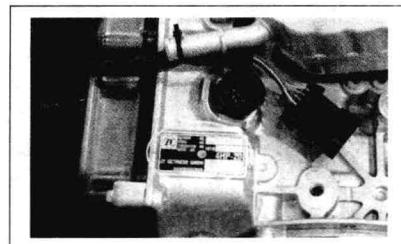

图1-13 ZF 4HP自动变速器型号标记
(1) 宝马 ZF 4HP22 EH 德国ZF公司生产，前进档个数为4。控制类型“H”代表液压控制，齿轮类型“P”代表行星齿轮，额定转矩22N·m。末尾的“EH”表示电液控制类型，如图1-13所示。
(2) 通用公司自动变速器型号 该公司自动变速器的型号主要有4T60E、4L60E等。第一位阿拉伯数字表示前进档的个数，“4”表示有4个前进档。第二位字母表示驱动方式，“T”表示自动变速器横置(Transverse)；“L”表示后置后驱动。第三、四位数字表示自动变速器的额定驱动转矩。第五位字母表示控制类型，“E”表示电子控制。
(3) 丰田公司自动变速器型号 丰田自动变速器的型号分为两大类：一类为型号中除字母外有两位阿拉伯数字，另一类为型号中除字母外有3位阿拉伯数字。